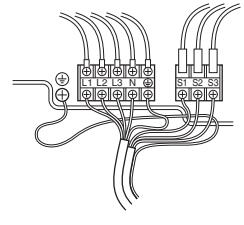

Fig. 6-2
6.1. Dış ünite (Fig. 6-1, Fig. 6-2)
- ① Servis panelini söküн.
- ② Fig. 6-1 ve Fig. 6-2'ye bakarak kabloları bağlayın.